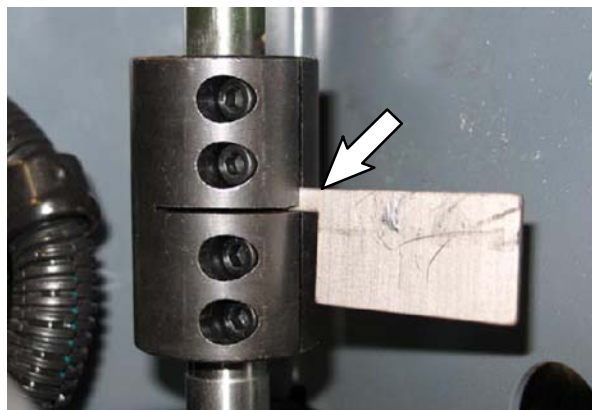

FIG. 40
14. Sollevare l'albero dello sterzo (1) e reinserire il listello (2) nel raccordo dello sterzo (3). (Fig. 40)